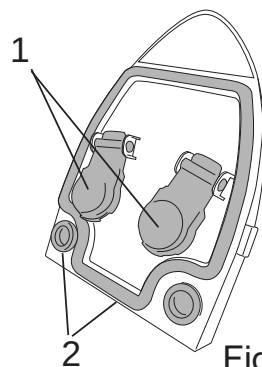

Fig.29
- Basculer le couvercle et vérifier que les flotteurs se déplacent librement (Fig. 29 - Rep. 1).
- Nettoyer les joints avec un chiffon humide (Fig. 29 - Rep. 2).